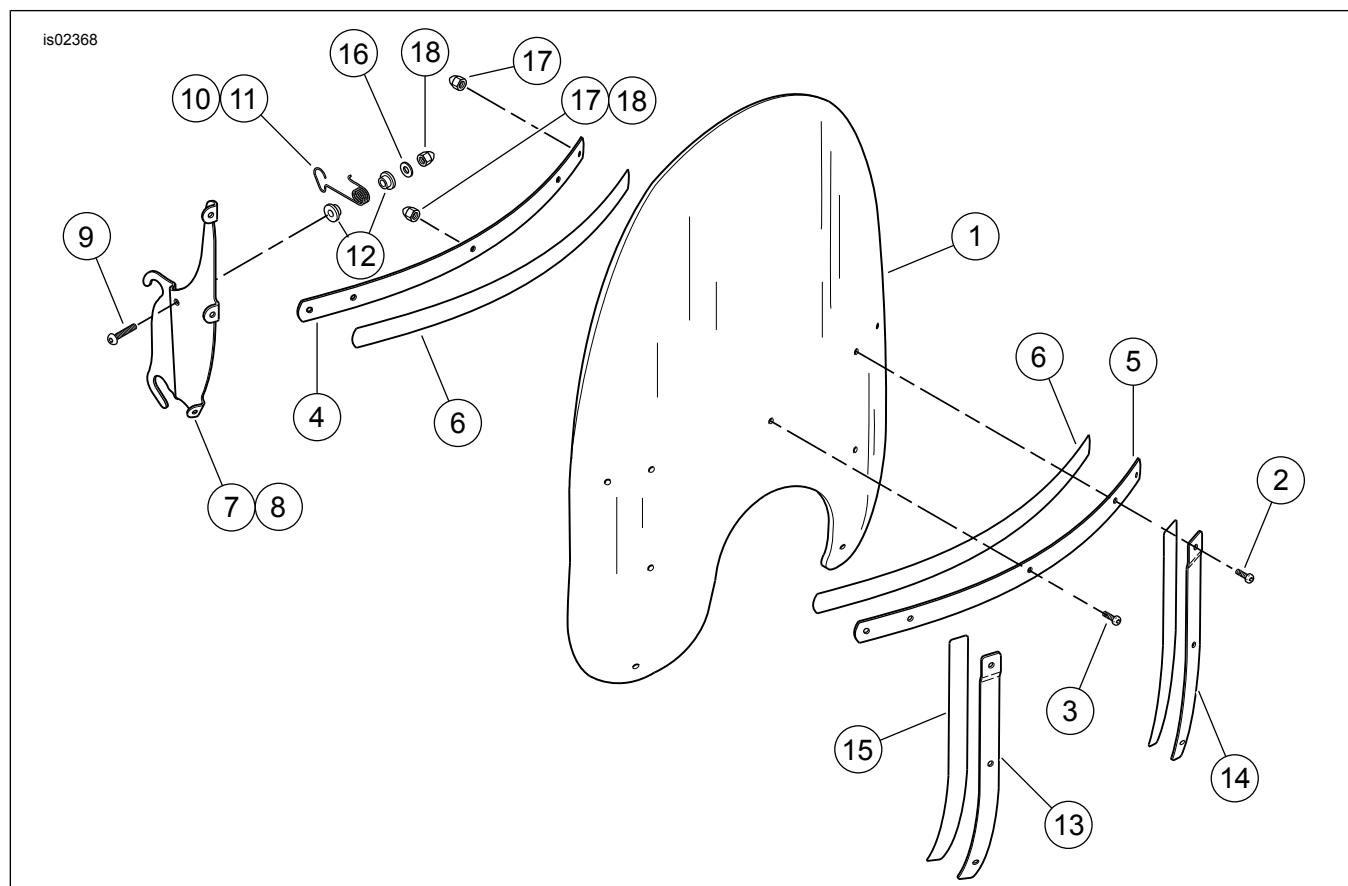
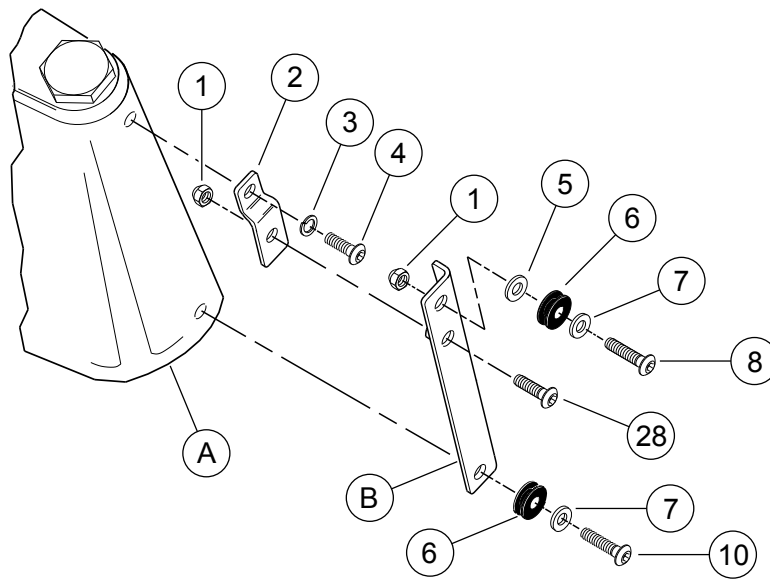

Figura 1. Peças de reposição: Kits do para-brisa
Figura 2. Peças de reposição: Kit de ferragens do para-brisa
Veja Figura 1 e Tabela 2, Figura 2 e Tabela 3.
2. Consulte Figura 2. Mantenha os parafusos do suporte do farol de neblina inferior / farol de ultrapassagem (10) no lugar. Gire as partes superiores dos suportes esquerdo e direito na direção da parte de trás da motocicleta.
3. Rosqueie um parafuso comprido de 3/4 pol. (9) do kit na porca de solda do suporte do farol de neblina / farol de ultrapassagem e aperte com torque de 10,8 Nm (8 pés-lb). Coloque a extremidade mais larga do suporte de montagem (2) nas roscas do parafuso. Instale a porca de travamento (1) nas roscas do parafuso. Aperte a porca de travamento com torque de 10,8 Nm (8 lb-pol.).
6. Coloque uma arruela de pressão (3) no parafuso longo de 1/2 pol. (4) do kit. Insira o parafuso pelo suporte de montagem (21) e pela tampa decorativa do garfo e dentro do prendedor triplo. Use uma chave Allen pelo furo superior do suporte do farol de neblina/farol de ultrapassagem para apertar o parafuso. Aperte.